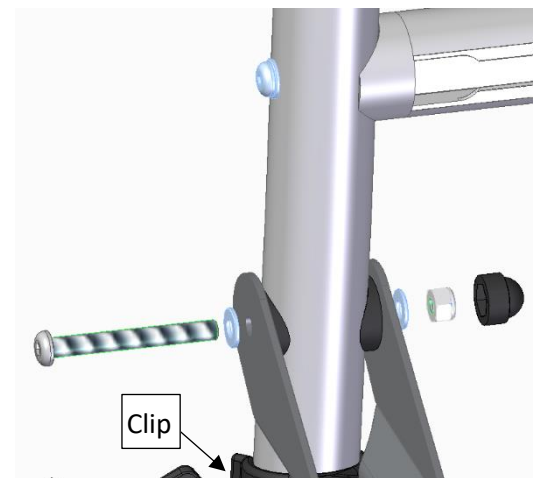

Abbildung 6
Der Ausleger (5) wird wie folgt montiert: An den Rohr-Enden (5) befinden sich Kunststoff-Clips. Mit diesen Clips wird der Ausleger (5) vorerst an die beiden Seitenrohre (1) geklippt, so dass die Bohrungen in den Blechen mit den Bohrungen unter dem unteren Querträger (2) fluchten (Position -> siehe Abb. 6 – Hochlader). Dann werden die Kunststoff-Satteldistanzstücke (26) zwischen das Blech und das Seitenrohr (1) geschoben. Wenn nun alle Bohrungen aller Teile fluchten, kann die Linsenkopfschraube M8x70 (15) mit Unterlegscheiben (23) und der Mutter (21) verschraubt werden.